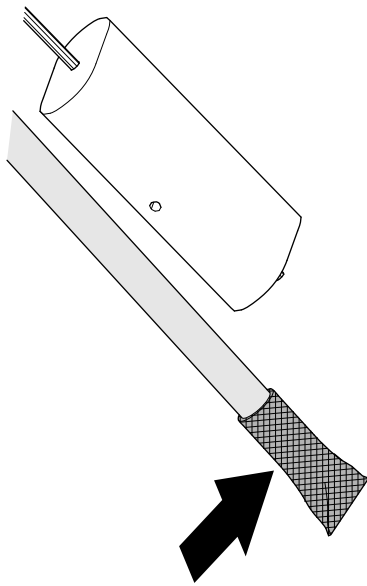

図 91
1. 燃料供給チューブについているスクリーンを洗浄する 図 91。